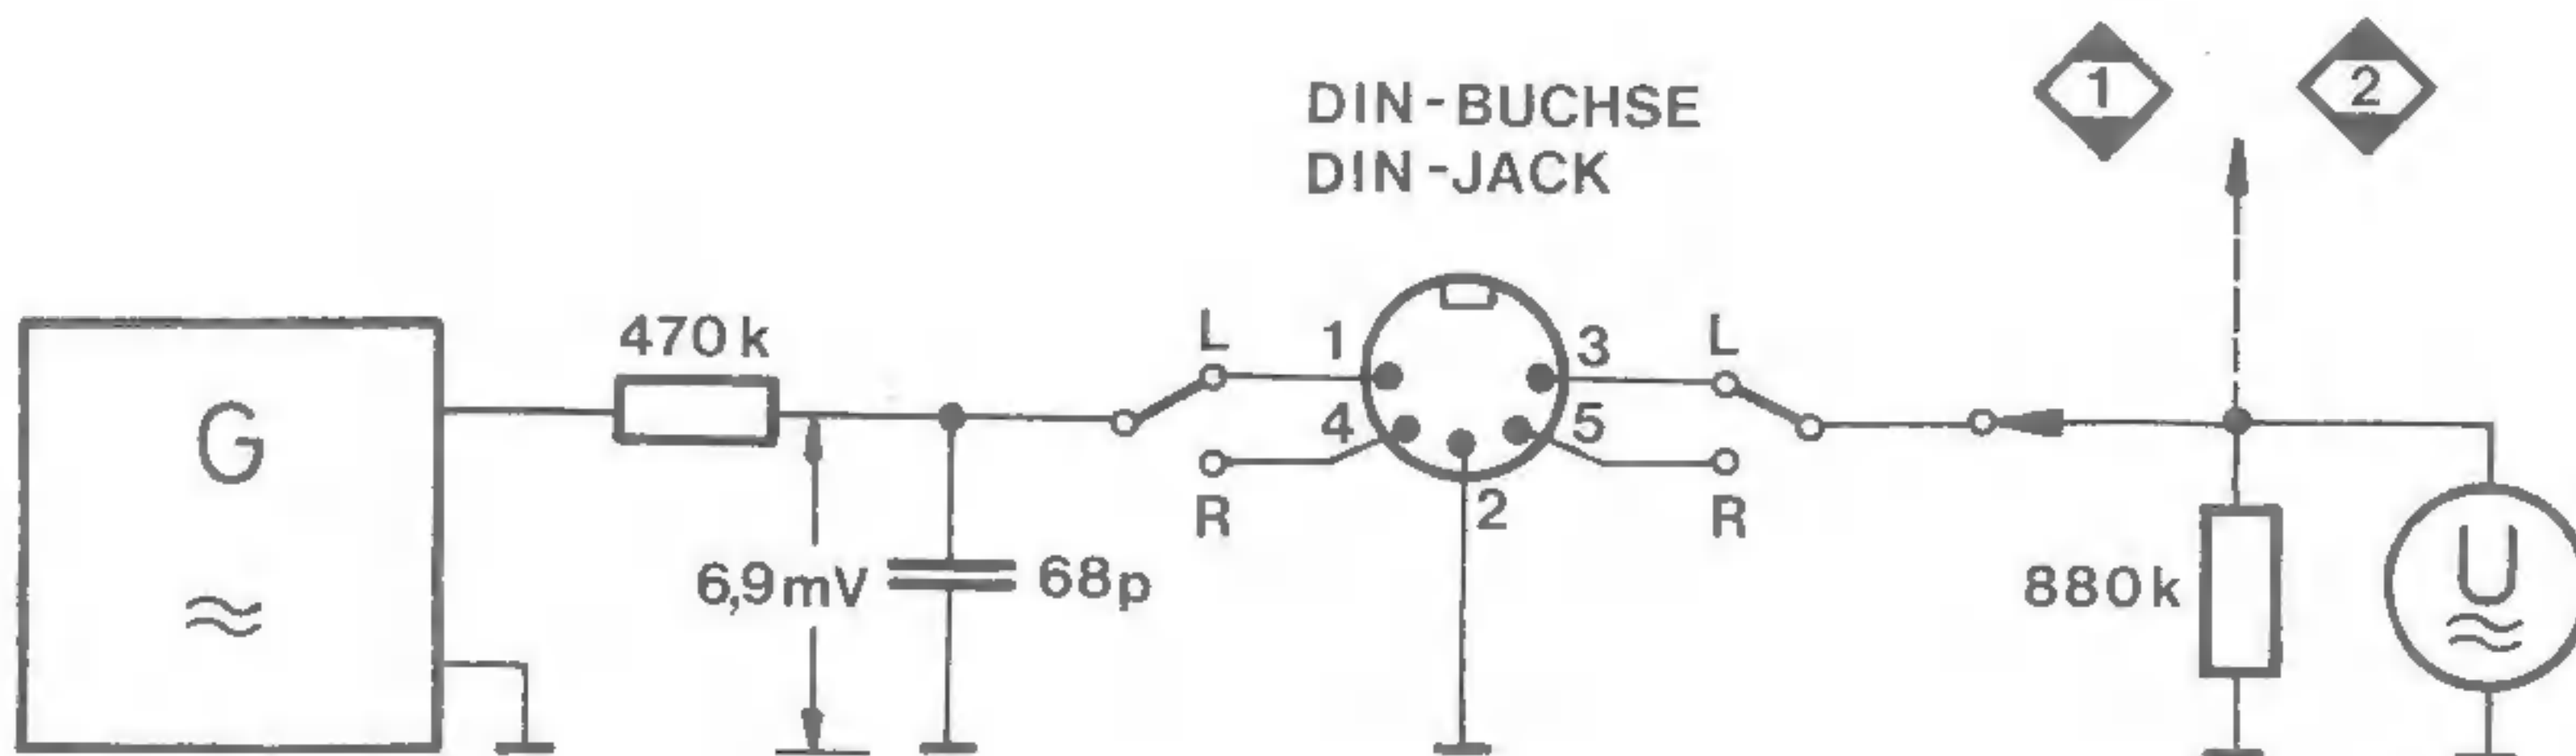

Fig. 6
- c) 333 (315) Hz/0 dB – Aufzeichnung abspielen.
- d) Mit den Potentiometern AVR103 (L) bzw. AVR 203 (R) die Anzeige so einstellen, daß die 0 dB-LED satt leuchtet, die 3 dB-LED jedoch noch dunkel bleibt.
- a) Prüfaufbau gemäß Fig. 6 erstellen.
- d) NF-Generator auf 333 Hz 6,9 mV einstellen. Gerät auf Aufnahme schalten und mit dem RECORD LEVEL-Regler an MP ① (L) bzw. MP ② (R) 580 mV einstellen.
- e) Mit dieser Einstellung mehrmals aufnehmen und wieder abspielen. Die Potentiometer AVR102 (L) bzw. AVR 202 (R) vor jeder Aufnahme in kleinen Schritten so weit verstellen, bis auch während der Wiedergabe 580 mV an MP ① (L) bzw. MP ② (R) anliegen.
- c) Playback the 333 (315) Hz/0 dB reference tape.
- d) Adjust display by means of potentiometers AVR103 (L) and AVR 203 (R) such that the 0 dB-LED is fully illuminated and that the 3-dB LED is still dark.
- a) Provide test set up in accordance with Fig. 6.
- d) Set AF-generator to 333 Hz, 6.9 mV. Set the unit to recording mode and adjust 580 mV non MP ① (L) and MP ② (R) by means of the RECORD LEVEL control.
- e) Record and playback at this adjustment several times. Adjust potentiometers AVR102 (L) and AVR 202 (R) prior to every recording in small increments until 580 mV are present at MP ① (L) and MP ② (R) also during playback.
- NF-Voltmeter an MP 3 und MP 4 für den linken Kanal bzw. an MP 5 und MP 6 für den rechten Kanal anschließen. Mit VR 304 (L) bzw. VR 305 (R) 9 mV Spannungsabfall einstellen (Grobabgleich).
- Meßaufbau gemäß Fig. 6 erstellen. NF-Generator auf 333 Hz, 6,9 mV einstellen.
- Mit dem RECORD-LEVEL-Regler in Stellung RECORD an MP 1 (L) bzw. MP 2 (R) 30 mV einstellen.
- Connect the AF-voltmeter to MP 3 and MP 4 for the left channel, and to MP 5 and MP 6 for the right channel. Set to recording mode. Adjust a voltage drop of 9 mV by means of VR 304 (L) and VR 305 (R) (rough alignment).
- Provide a measurement circuit in acc. with Fig. 6. Adjust the AF-generator to 333 Hz, 6,9 mV.
- Set 30 mV on MP 1 (L) and MP 2 (R) by means of the RECORD LEVEL control in the RECORD position.
- Record and playback several times at 333 Hz and 14 kHz. During playback the level of the 14 kHz-signal must be within the -3 dB to +1 dB interval with reference to the level of the 333 Hz signal. If it is below -3 dB, the potentiometer concerned VR 304 (L) and VR 305 (R) must be turned gradually in clockwise direction until the level is correct (Reduction of bias). If the level exceeds +1 dB, the potentiometer, the potentiometer concerned must be gradually turned in a counterclockwise direction (Increasing bias).